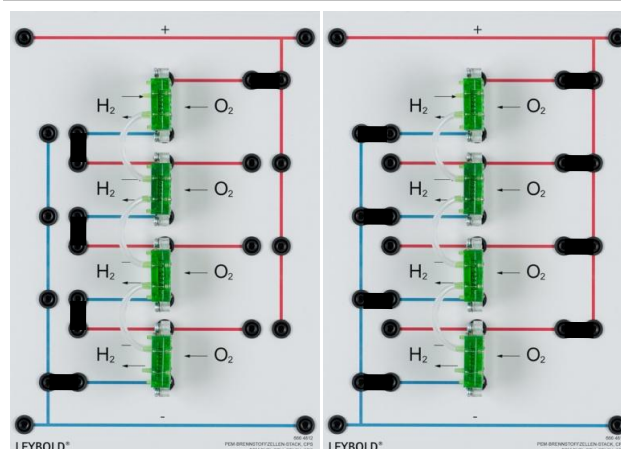

Abb. 3: Links: Reihenschaltung, rechts: Parallelschaltung.
- Die einzelnen Brennstoffzellen des Brennstoffzellen-Stacks in Reihe miteinander verbinden (siehe Abb. 3, links).
- Den Versuch wiederholen. Diesmal die Brennstoffzellen in Parallelschaltung (siehe Abb. 3, rechts) verbinden.